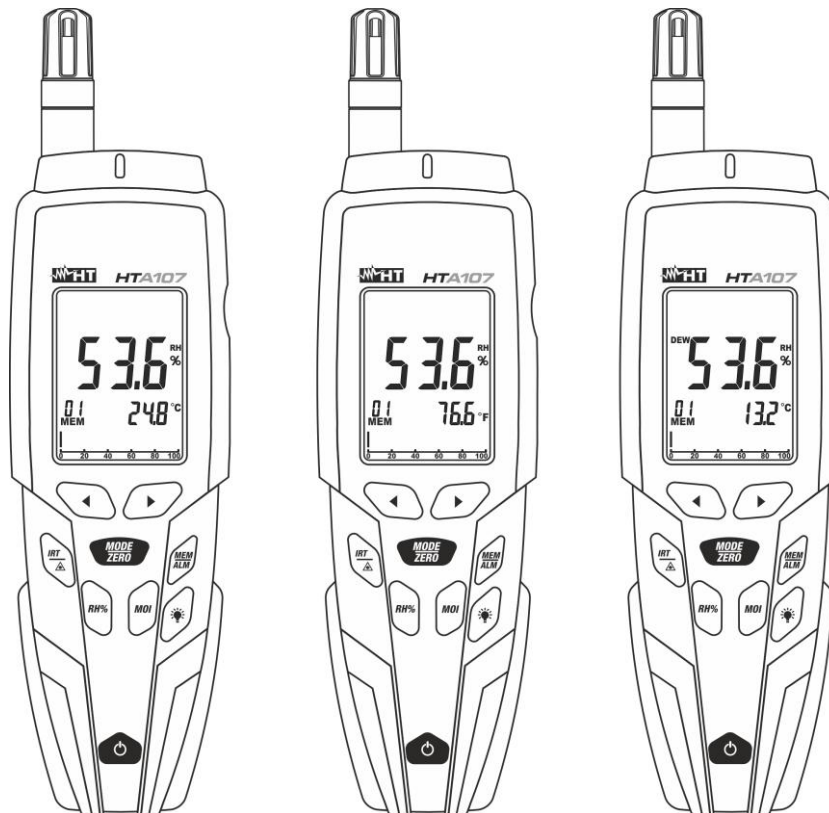

Abb. 7: Verwendung des Geräts zur Messung der Lufttemperatur/-feuchtigkeit
4. Drücken Sie die Taste **MODE/ZERO** zur Auswahl der Temperaturmessung des Taupunktes und der spezifischen Feuchtigkeit angegeben in “g/kg” oder “GPP” (siehe § 4.3.6). Der Temperaturwert des Taupunktes erscheint im sekundären Display (siehe Abb. 7 – rechte Seite).